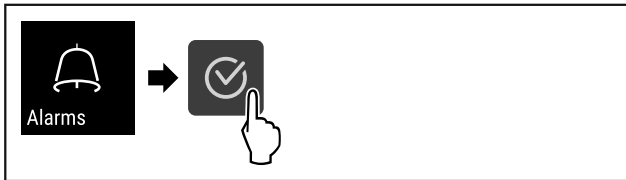

Fig. 96
- ▶ Провести етапи операцій (див. Fig. 96).